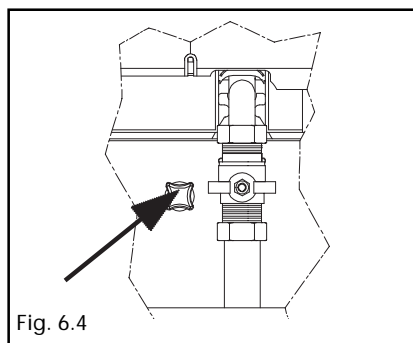

Fig. 6.4
- aprire il rubinetto di riempimento (fig. 6.4) fino a che il valore di pressione sia compreso tra 0,6 e 1,5 bar (fig. 6.5)